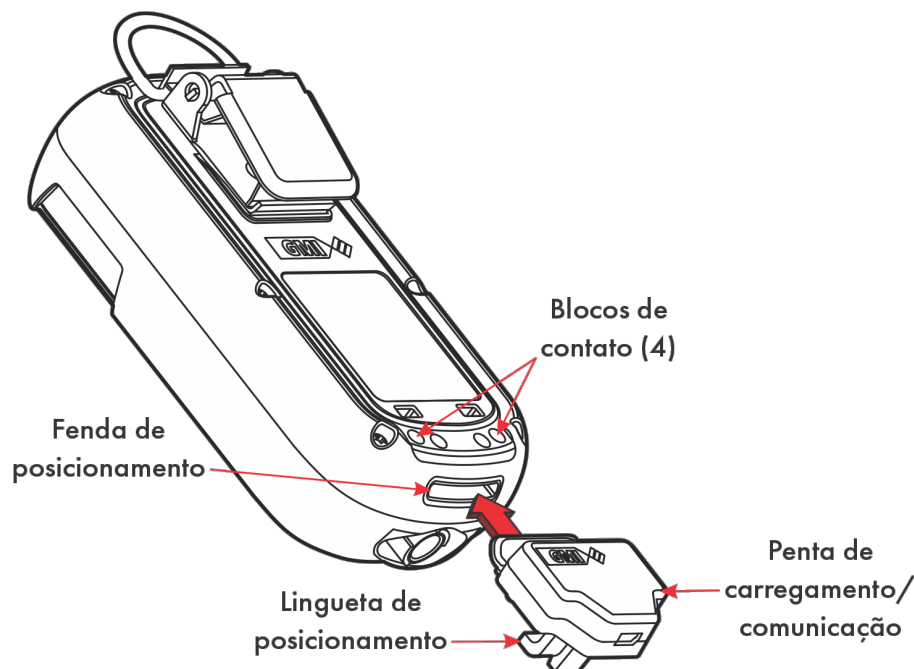

Figura 49: Conexão do pente de carregamento/comunicação
1. Conecte o pente de carregamento/comunicação fornecido ao monitor. Certifique-se de que a lingueta de posicionamento do pente encaixe na fenda de posicionamento do monitor e esteja firmemente assentada (consulte a Figura 49: Conexão do pente de carregamento/comunicação).